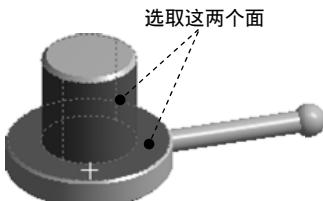

图 7.6.41 定义接触面
(1) 定义接触面。在 Scope 区域中单击以激活 Contact 后的文本框，选取图 7.6.41 所示的模型表面为接触面，单击 Apply 按钮。